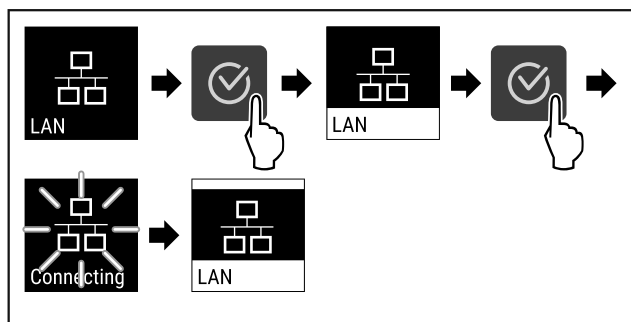

Fig. 91
- ▶ Suorita toimenpidevaiheet (katso Fig. 91).